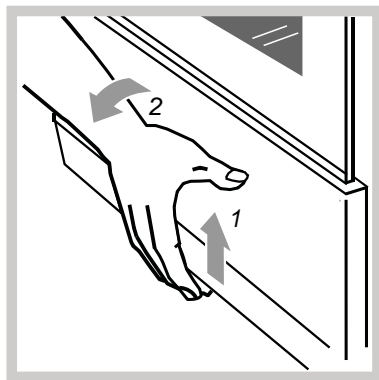

Рис. 11
- Плита выпускается с откидной дверцей хозшкафчика. Чтобы открыть дверцу, ее нужно приподнять вверх и наклонить на себя (рис. 11).